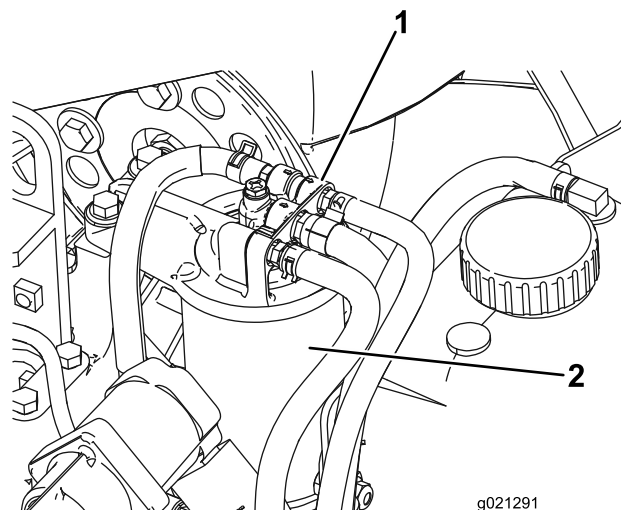

Figura 81
1. Pulite le superfici circostanti la testa del filtro del carburante (Figura 81).
2. Togliete il filtro e pulite la superficie di montaggio della testa del filtro (Figura 81).